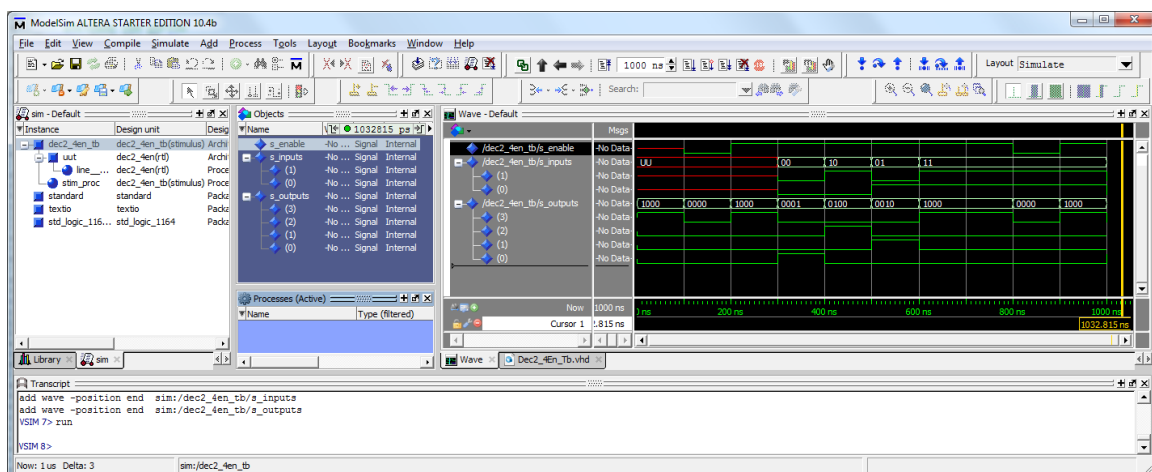

Figura 7 – Resultados de simulação do descodificador binário de 2→4 com *enable* “Dec2\_4En.vhd” com a *testbench* “Dec2\_4En\_Tb.vhd”.
**11.** Execute a simulação, especificando previamente o tempo pretendido (e.g. 1000 ns tal como ilustrado na Figura 7) e premindo “Run”. A janela “Wave” deve ser atualizada à medida que a simulação progride. Analise os resultados e no final feche a aplicação “*Questa Intel FPGA Starter Edition*” e de seguida o projeto.